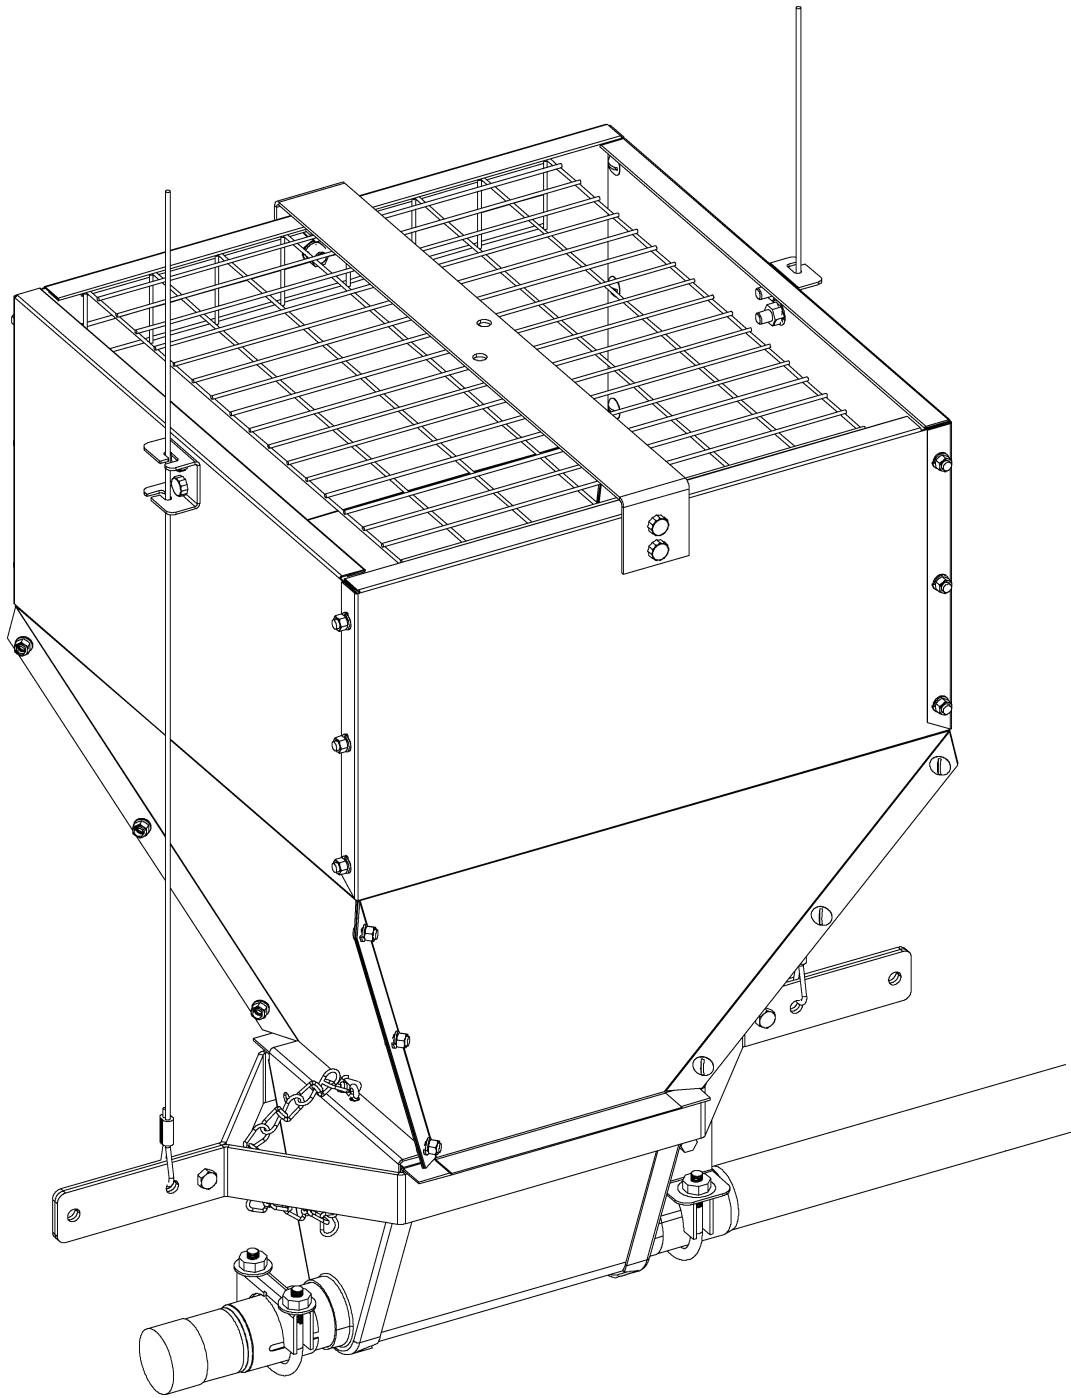

Рисунок 5N
Отводные кабели должны находиться на расстоянии 19" для бункеров № 120 и № 200 или 25" для бункеров № 300 и № 400. Подвесьте воронку с помощью двух (2) отводов с каждой стороны бункера, как показано на рис. 5N на стр. 36. Закрепите направляющие тросов с двух (2) сторон бункера с помощью четырех (4) болтов 5/16"-18 и гаек. Проложите трос через направляющие, соединяя их в желобах направляющих.
е. Скрепите две (2) половинки кронштейнов подвески бункера с помощью двух (2) болтов 5/16"-18 и гаек. Отводные кабели должны находиться на расстоянии 19" для бункеров № 120 и № 200 или 25" для бункеров № 300 и № 400. Подвесьте воронку с помощью двух (2) отводов с каждой стороны бункера, как показано на Рисунок 5N. Закрепите направляющие тросов с двух (2) сторон бункера с помощью четырех (4) болтов 5/16"-18 и гаек. Проложите трос через направляющие, соединяя их в желобах направляющих.